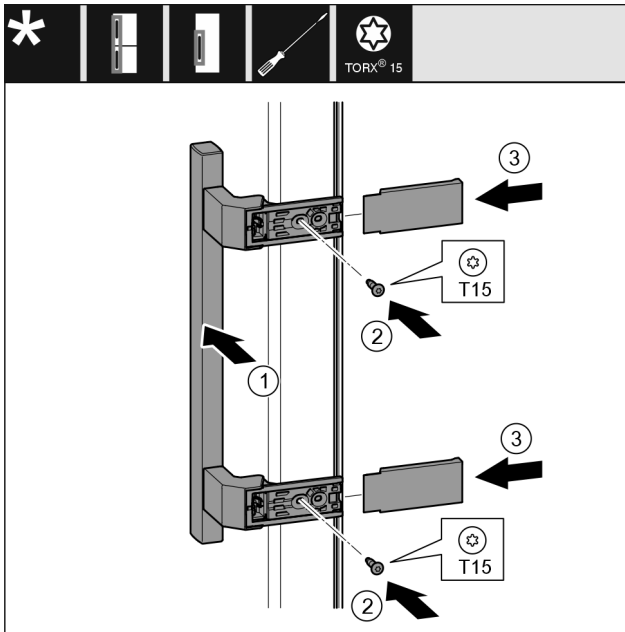

Fig. 20
- ▶ Postavite ručku Fig. 20 (1) na suprotnu stranu.
- ▶ Odvijačem pritegnite vijke Fig. 20 (2).
- ▶ Postavite poklopce Fig. 20 (3) bočno i natakните ih.